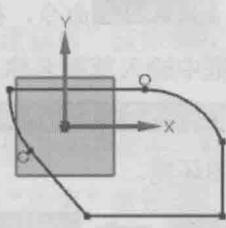

图 1.1.2 草图轮廓
Step2. 选择下拉菜单 **插入(I)** → **在任务环境中绘制草图(O)...** 命令,选择 XY 平面为草图平面,单击 **确定** 按钮,系统进入草图环境。选择下拉菜单 **插入(I)** → **曲线(C)** → **轮廓(O)...** 命令,绘制图 1.1.2 所示的草图轮廓。